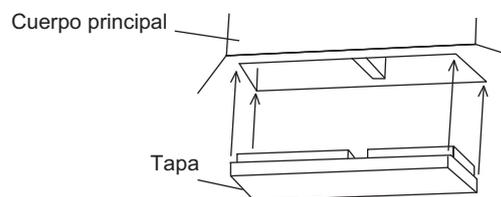
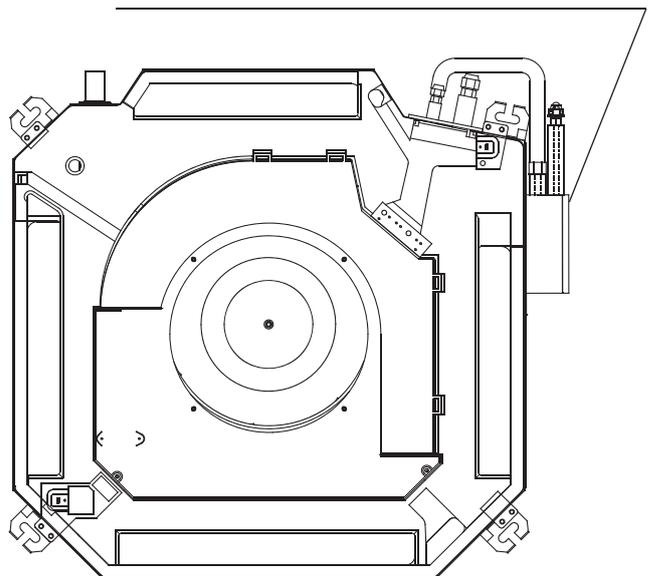
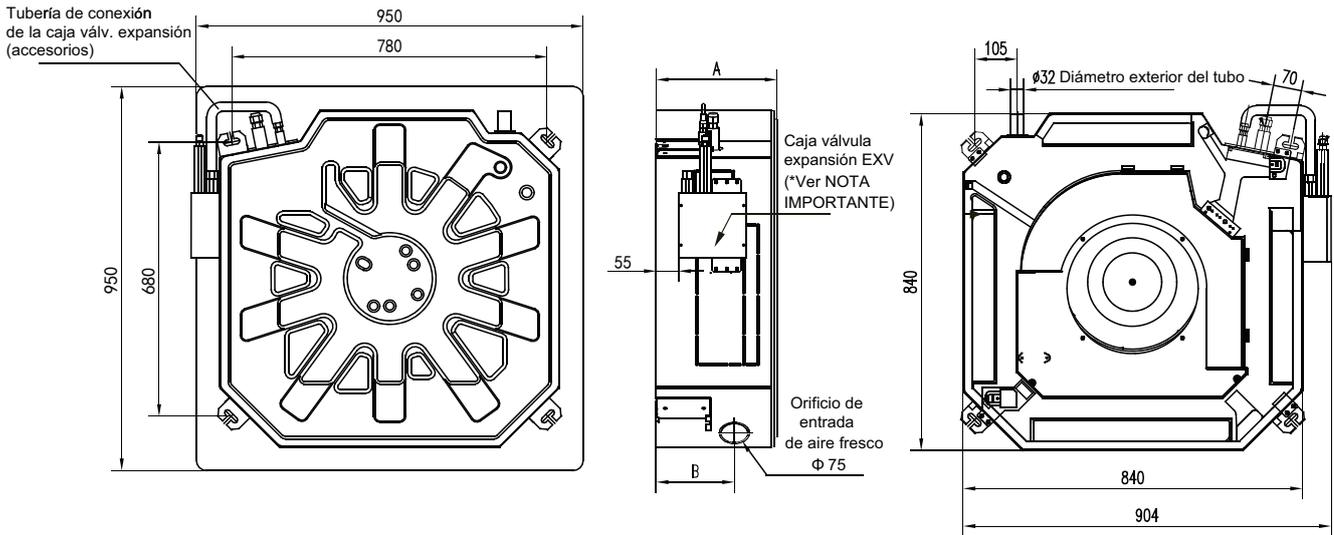

Fig. 4-4
Fig. 4-6
Fig. 4-7
(vea la Fig. 4-4, Fig. 4-6 y Fig. 4-7)
- Antes de instalar la unidad interior, extraiga primero la protección de espuma entre el ventilador y el cuerpo de la unidad. De lo contrario, el funcionamiento continuo de la unidad dañará el motor del ventilador (vea la Fig. 4-6)